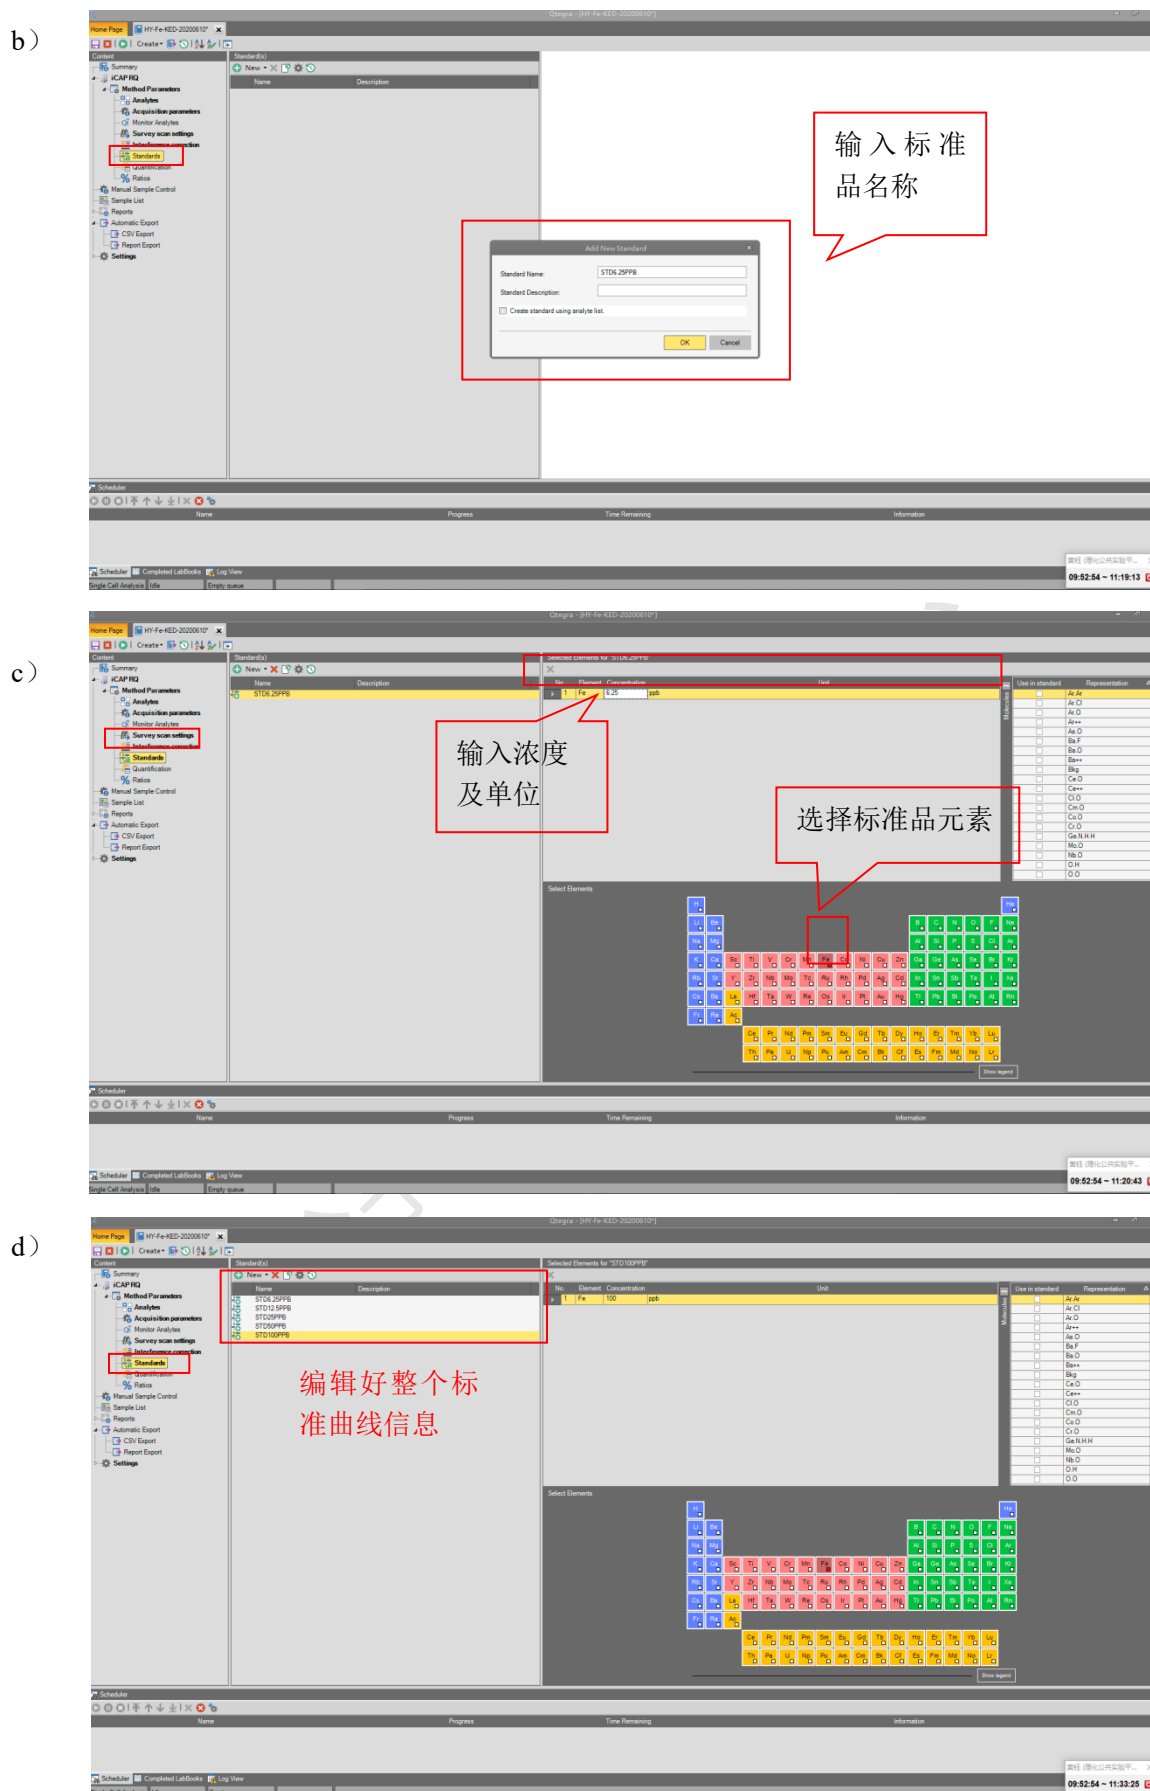

图6-10 编辑Standards信息
e) Standards: 编辑标准曲线信息。如图6-10 (a)单击按钮New, 点击Elemental Standard, 如图6-10 (b)输入Standard名称, 如STD6.25 ppb, 点击OK。如图6-10 (c)所示, 在Standard信息编辑窗口, 选择标准品元素, 并输入浓度及浓度单位信息。按照相同的方法, 依次编辑好整个工作曲线信息, 如图6-10 (d)。